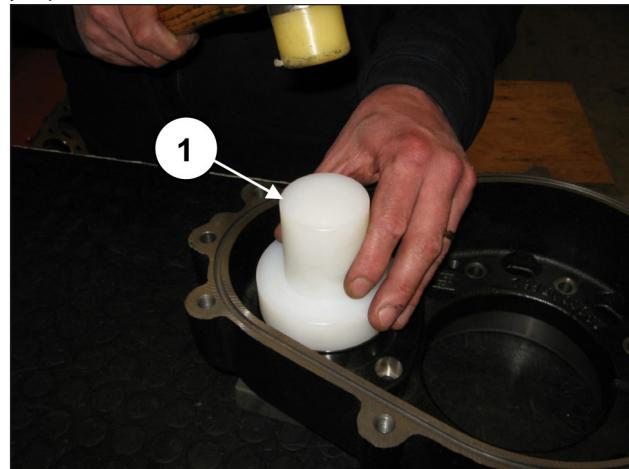
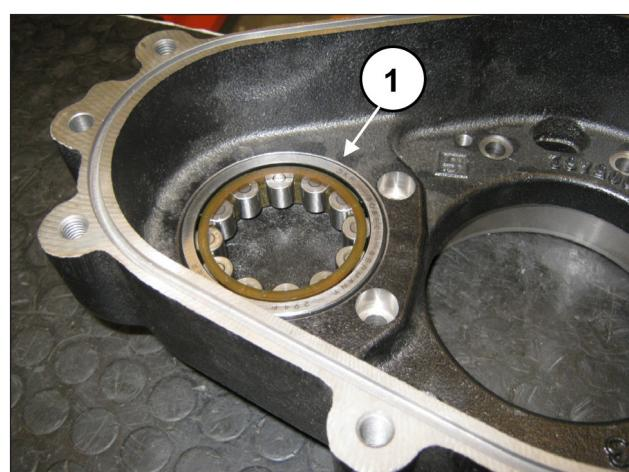

Рис. 53
Рис. 54
Предварительно установите на корпус редуктора внешнее кольцо подшипника ведущей шестерни с помощью инструмента арт. 27604900 (поз. ①, Рис. 53,), вставив его до упора (поз. ①, Рис. 54).